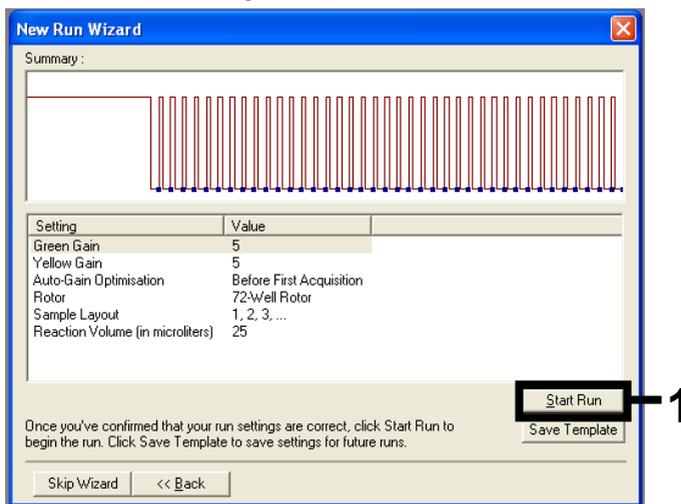

Figura 36. A caixa de diálogo "New Run Wizard" (Assistente de nova execução). 1 = "Start Run" (Iniciar execução).
5. Revise o resumo e clique em Start Run (Iniciar execução) para salvar o arquivo de execução e iniciar a execução (Figura 36).